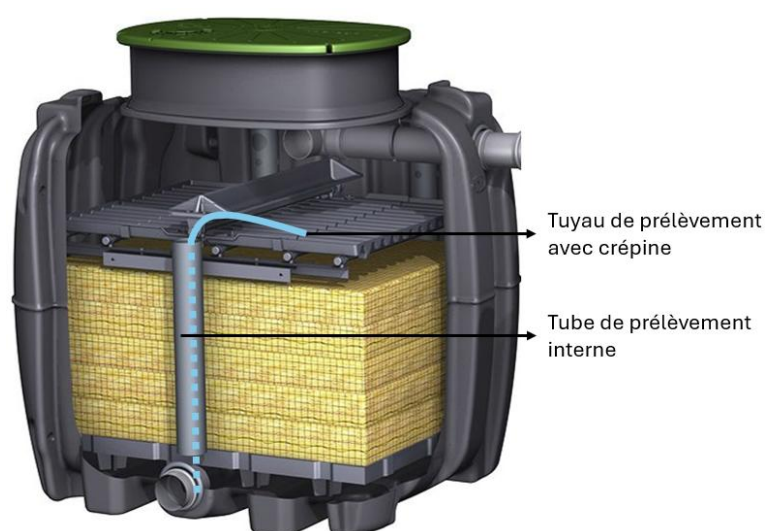

Fig. 60: Accès tube de prélèvement et insertion du tuyau souple équipé d'une crépine d'aspiration
1. Insérer le tuyau souple dans le tube de prélèvement de l'unité de traitement tel que présenté sur la Fig. 60.